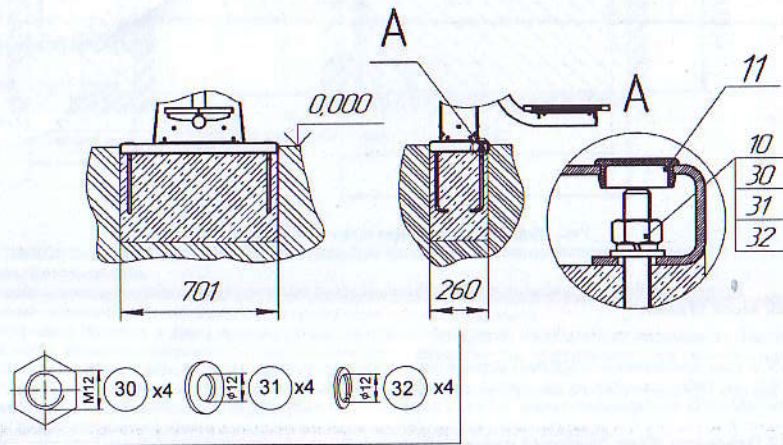

Рис.5
12.3.8 Убедиться в сухости и прочности залитого бетона. Установить тренажер на анкерные болты и закрепить, установить заглушки поз.11 (рис.5).